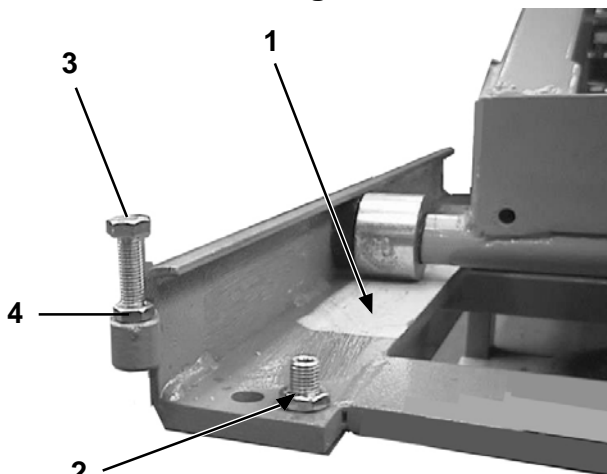
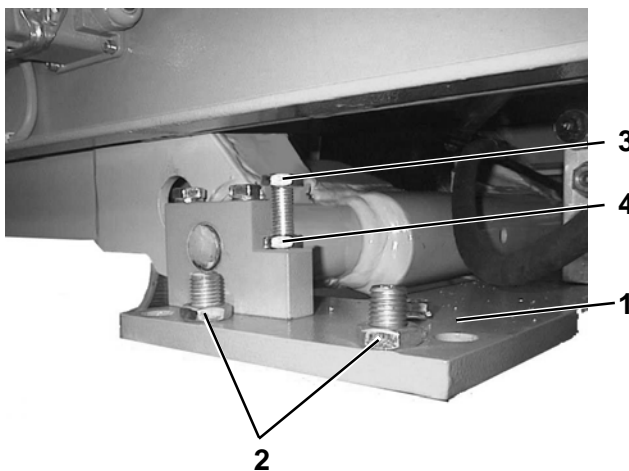

Fig. 32
Fig. 33
- Assicurarsi della perfetta planarità delle basi prendendo come riferimento le superfici scorrimento rulli 1 (Fig. 32) e appoggio blocco fulcri bielle 1 (Fig. 33): se necessario agire sulle viti di livellamento 2 (Fig. 32 e Fig. 33) ma in questo caso ripristinare il contatto base-pavimento su tutta la superficie con adeguato spessoramento (questo per evitare successive flessioni delle basi).
- Check bases for perfect levelness and keep roller sliding surfaces (1, Fig. 32) and con-rod fulcrum block bearing surfaces (1, Fig. 33) as locating points. Turn levelling screws (2, Fig. 32 and Fig. 33), if necessary. Should this case be, the lift base must fully rest onto the ground so to avoid possible deflection of the bases. Use shims, if necessary.
- Sicherstellen, dass die Untergestelle perfekt eben ausgerichtet sind, dabei die Rollgleitoberflächen (1 Abb. 32) und die der Auflage der Pleuelanschwenkeinheit (1 Abb. 33) als Bezug genommen werden: Bei Bedarf durch Betätigen der Gleichlaufregelungsschrauben einstellen (1 Abb. 32 und Abb. 33), auf diese Weise muss jedoch die Untergestell-/Bodenkontaktfläche auf der gesamten Oberfläche mit angemessenen Keilen wieder hergestellt werden (um eine übermäßige Biegung der Untergestelle zu vermeiden).
- Vérifier que la planéité des bases est parfaite en prenant comme référence les surfaces de glissement rouleaux 1 (Fig.32) et d'appui bloc entablures bielles 1 (Fig.33): si nécessaire, agir sur les vis de nivellement 2 (Fig. 32 et Fig.33) mais, dans ce cas, rétablir le contact base-sol sur toute la surface avec une cale appropriée (ceci afin d'éviter des flexions successives des bases).
- Controlar que las bases estén perfectamente planas, tomando como puntos de referencia las superficies de deslizamiento rodillos 1 (Fig. 32) y apoyo bloque articulación bielas 1 (Fig. 33); si es necesario, actuar en los tornillos de nivelación 2 (Fig. 32 y Fig. 33) pero en este caso restablecer el contacto base-pavimento en toda la superficie por medio de espesores adecuados (esto para evitar sucesivas curvaturas de las bases).